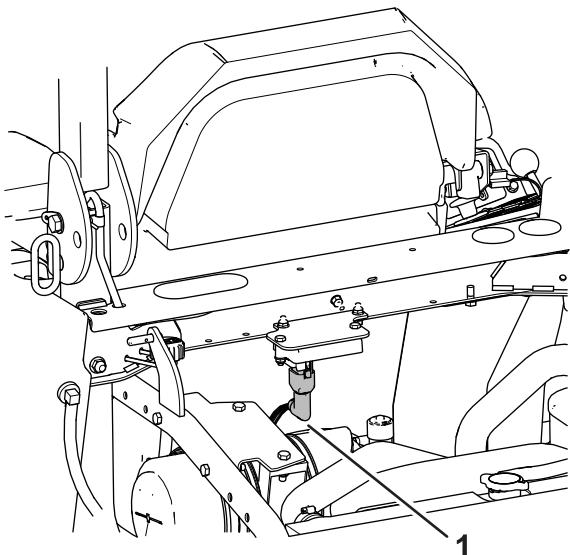
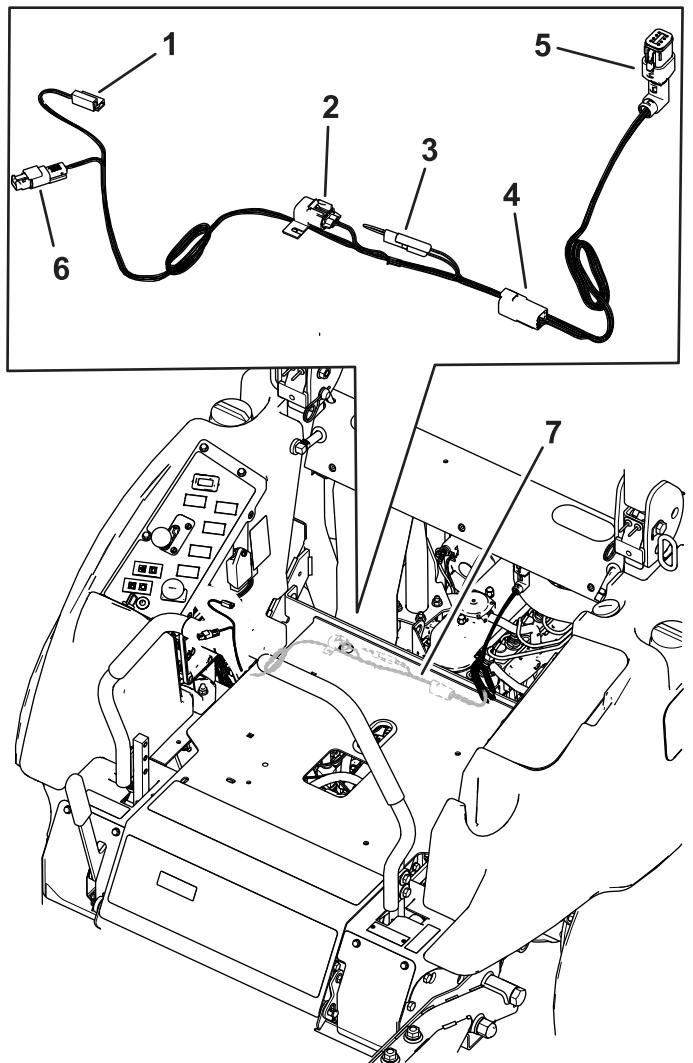

图 4
图 8
8. 将 90° 接头插到传感器中图 4 和图 8。
1. 在座板下方沿着横向通道中的现有线束布置线束 图 8。
2. 将中央接头安装到标有TELEMATICS 远程通信端口或EXPANSION 扩展端口的机器线束接头上 图 8。
3. 将线束连至灯具和警报器 图 8。